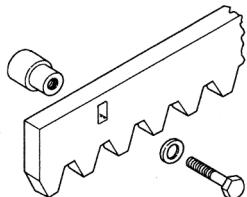

Fig. 7
3.4.1. CREMALLERA DE ACERO PARA SOLDAR (fig. 7)